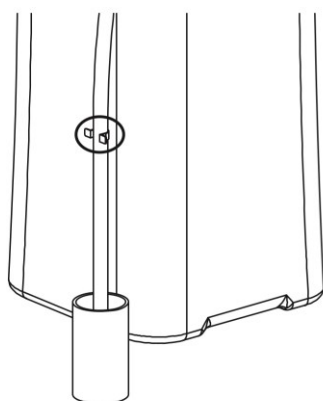

Fig. 1
5. Dopo aver completato le operazioni di installazione al punto 4, verificare se il bypass è in modalità di funzionamento "Erogazione acqua" (fig. 1). Se il bypass non è in modalità di funzionamento "Erogazione acqua" (fig. 2), tirare l'asta di spinta in questa modalità di funzionamento (fig. 1).
- Gestione delle valvole di bypass in casi particolari: in caso di guasto dell’apparecchio o in altre circostanze particolari, la valvola di bypass della macchina può essere impostata in modalità “Bypass” (spingere l’asta nella posizione corrispondente, come illustrato nella fig. 2). È possibile utilizzare temporaneamente la rete idrica comunale. Dopo aver risolto il guasto o il problema, impostare la valvola di bypass in posizione di funzionamento (spingere l’asta nella posizione indicata nella fig. 1) per ripristinare l’erogazione di acqua trattata.